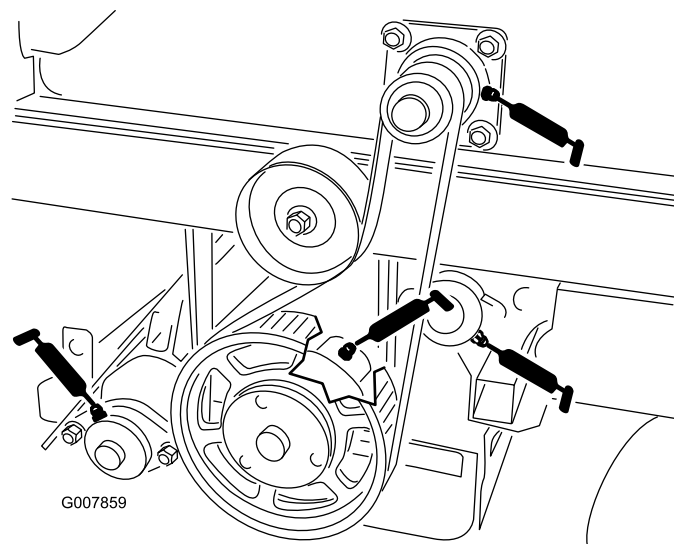
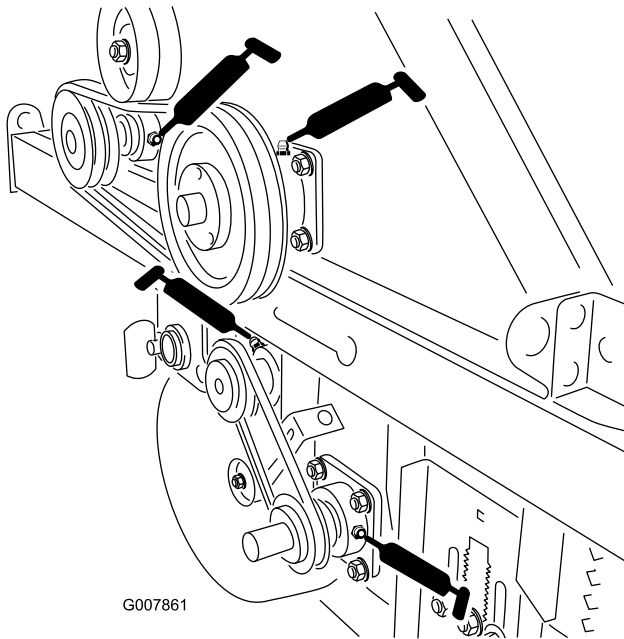

Figura 40
Figura 42
- Conjunto do cortador (2) Figura 42 e Figura 40.
- Canto rotativo (2) Figura 42 e Figura 40.
- Escova de recolha (2) Figura 42 e Figura 40.
- Rolo traseiro (2) Figura 40.